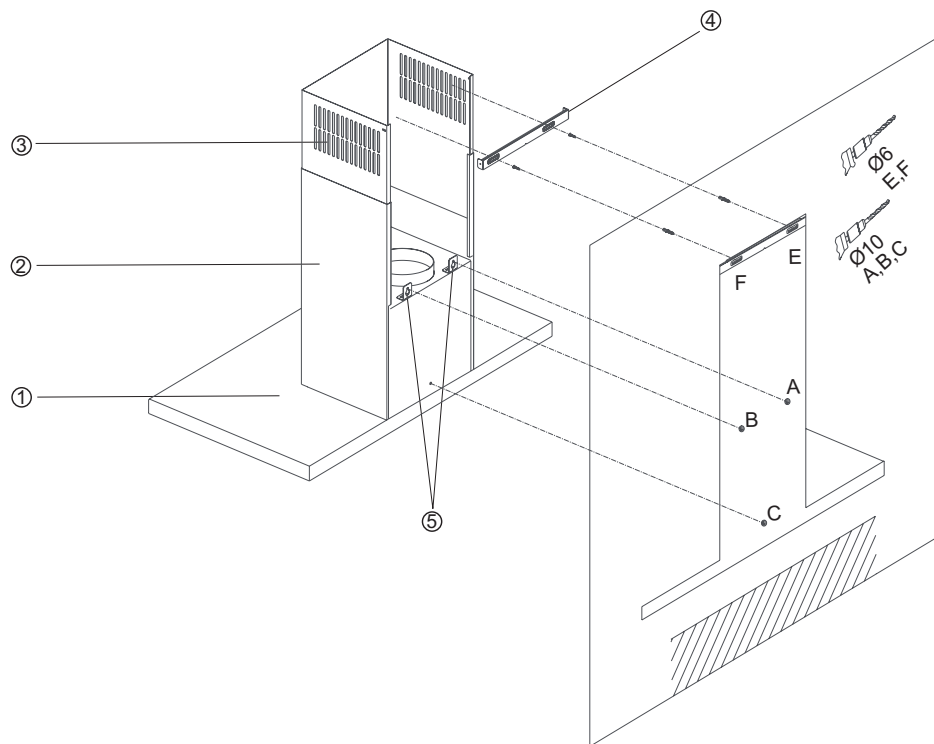

Abb. 2: Montageskizze
Der Elektroanschluss erfolgt an eine Steckdose die hinter dem Grund- oder Teleskop-schacht (⇒ Abb. 2) anzubauen ist.
- Löcher bohren, Dübel einsetzen und Schrauben für Befestigungspunkte A und B zu 3/4 eindrehen ( $\rightleftarrows$  Abb. 2).
Grund- und Teleskopschacht (⇔ Abb. 2 S.14) werden nun montiert.